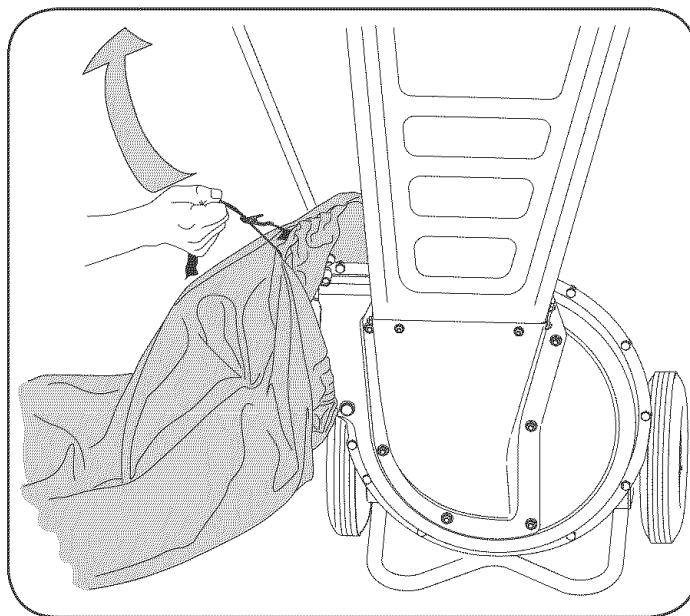

Figura 1
- c. Tire de la tira de extracción hasta que la bolsa quede ajustada alrededor de la abertura del deflector del canal. Vea la Figura 1.